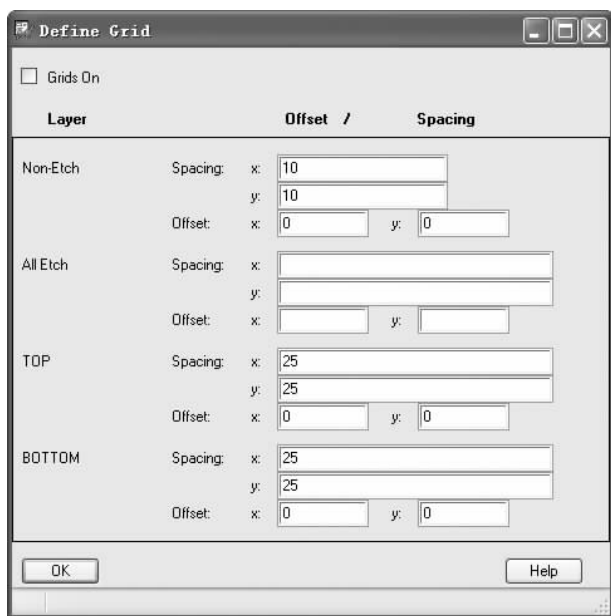

图 9-33 “Define Grid”对话框
3) 添加零件标签的具体操作步骤。选择菜单栏中的“Setup (设置)”→“Grids (网格)”命令，弹出“Define Grid (定义网格)”对话框。在“Define Grid (定义网格)”对话框内，设置“Non - Etch”区域内的“Spacing X”值为 10，“Spacing Y”值为 10，如图 9-33 所示。然后单击 按钮。